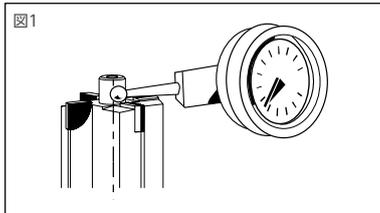

図1 センタリングパイロット付き工具
4. 図1, 2で示すように測定子を工具の先に合わせ、スクリューA, B, G, Hを使って振れ調整を行って下さい。